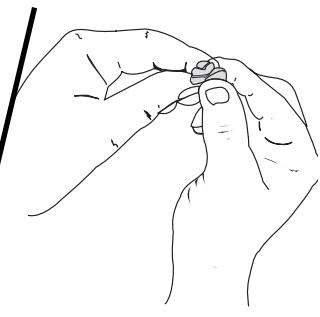

Fig. 20
5. Apriete el filtro para esparcir y retirar el exceso de aceite (Fig. 20).